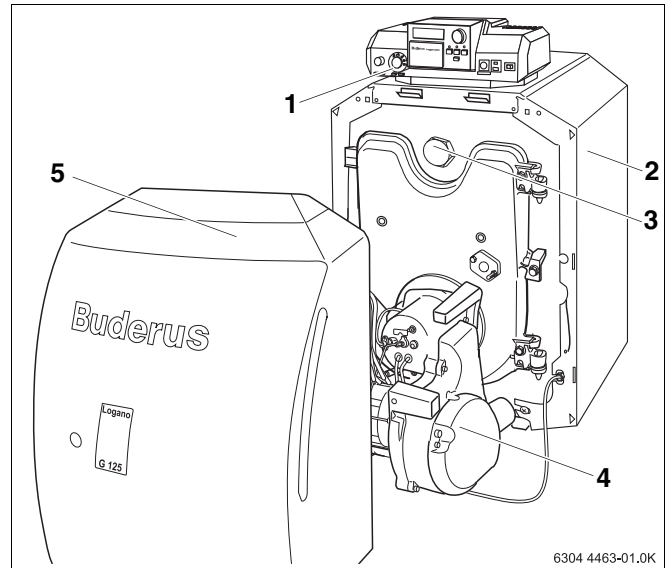

fig. 1 Caldeira de aquecimento com queimador
1. Caldeira de aquecimento com queimador a gásóleo integrado (→ fig. 1)